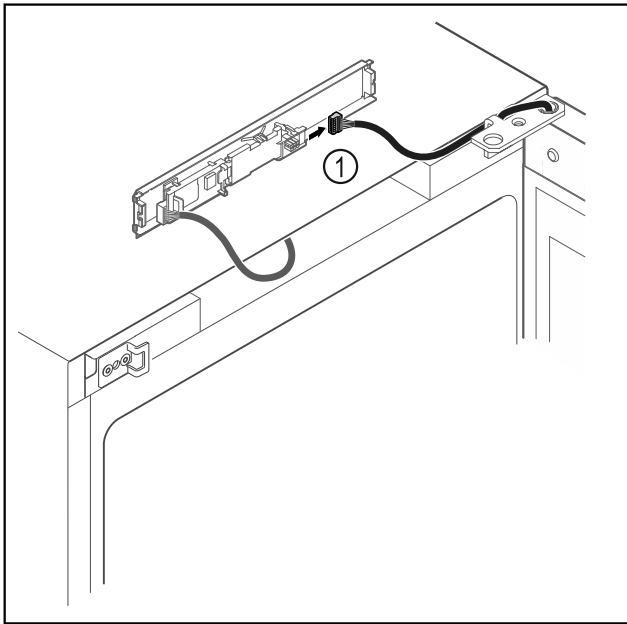

Fig. 10
- Stekker Fig. 10 (1) van printplaat loskoppelen.